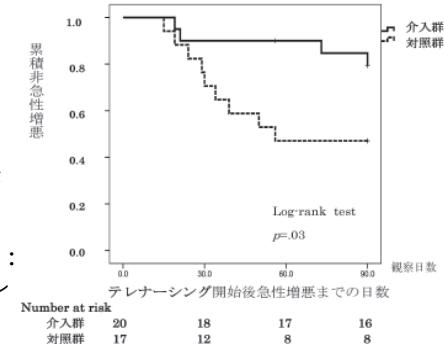

図2 テレナーシング介入中の急性増悪
- 患者用端末の仕様：①携帯性向上→タブレット端末、②タッチ操作に不慣れ→操作性の低下を抑えた画面レイアウト、③オペレーティングシステム→Android
- 在宅モニタリングに基づくテレナーシングは、COPD患者の在宅酸素療法実施の急性増悪発症予防および発症回数を低下させる可能性が示唆された（図2）。急性増悪症状出現までの平均日数は、介入群80.5日、対照群59.8日で、介入することの有効性が示された。